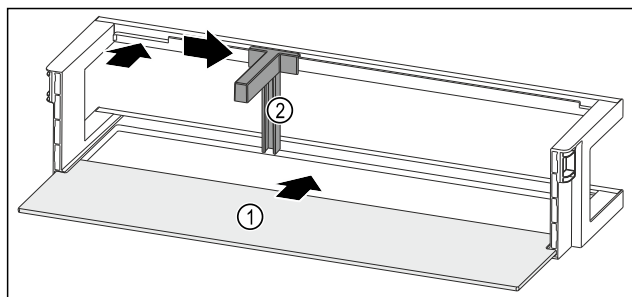

Fig. 136 Polica u vratima s policom za odlaganje
- Policu za odlaganje Fig. 136 (1) gurnite u bočne otvore.
- Držać za boce Fig. 136 (2) umetnite u otvor.
- Držać za boce Fig. 136 (2) pogurnite u željeni položaj na stranu.